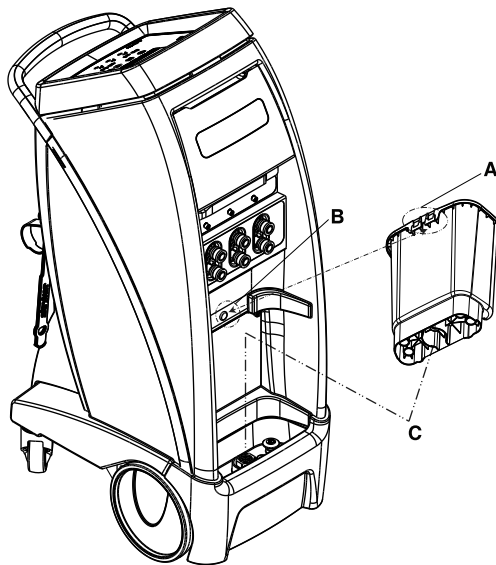

図15-15: リムーバブル貯水タンク
貯水タンクを取り外すには、斜めにして前方へ引き、貯水タンクを持ち上げてください(15-27ページの図15-15)。
- 貯水タンクの背面にある刻み目(A)を制御器(B)のフック(15-27ページの図15-15)に合わせてください。